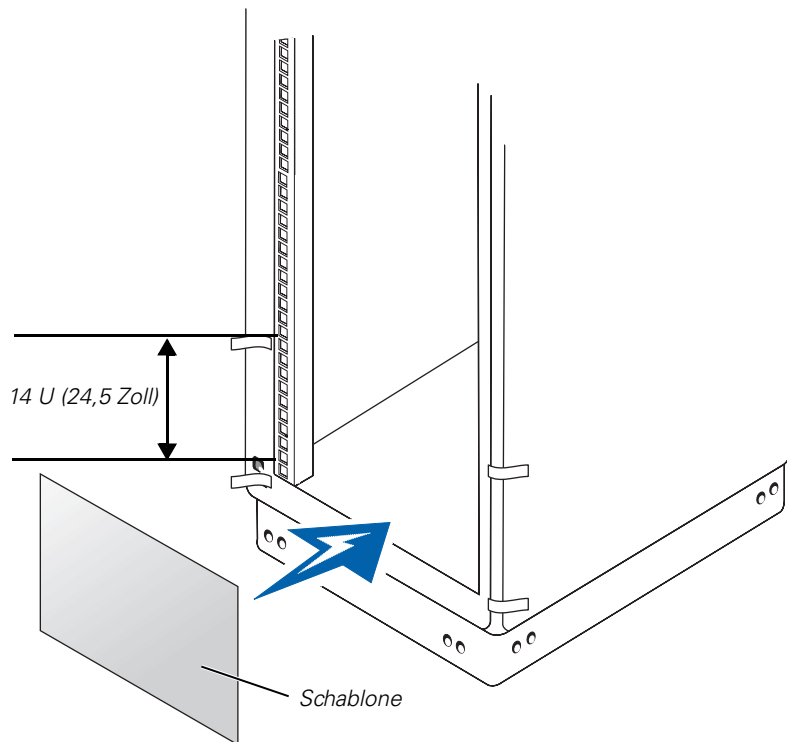

Abbildung 3-3. Markieren des Racks
2. Markieren Sie die vorderen vertikalen Schienen mit einem Filzstift oder bringen Sie Kreppband dort an, wo sich die obere und die untere Kante des Systems befinden werden (siehe Abbildung 3-3).